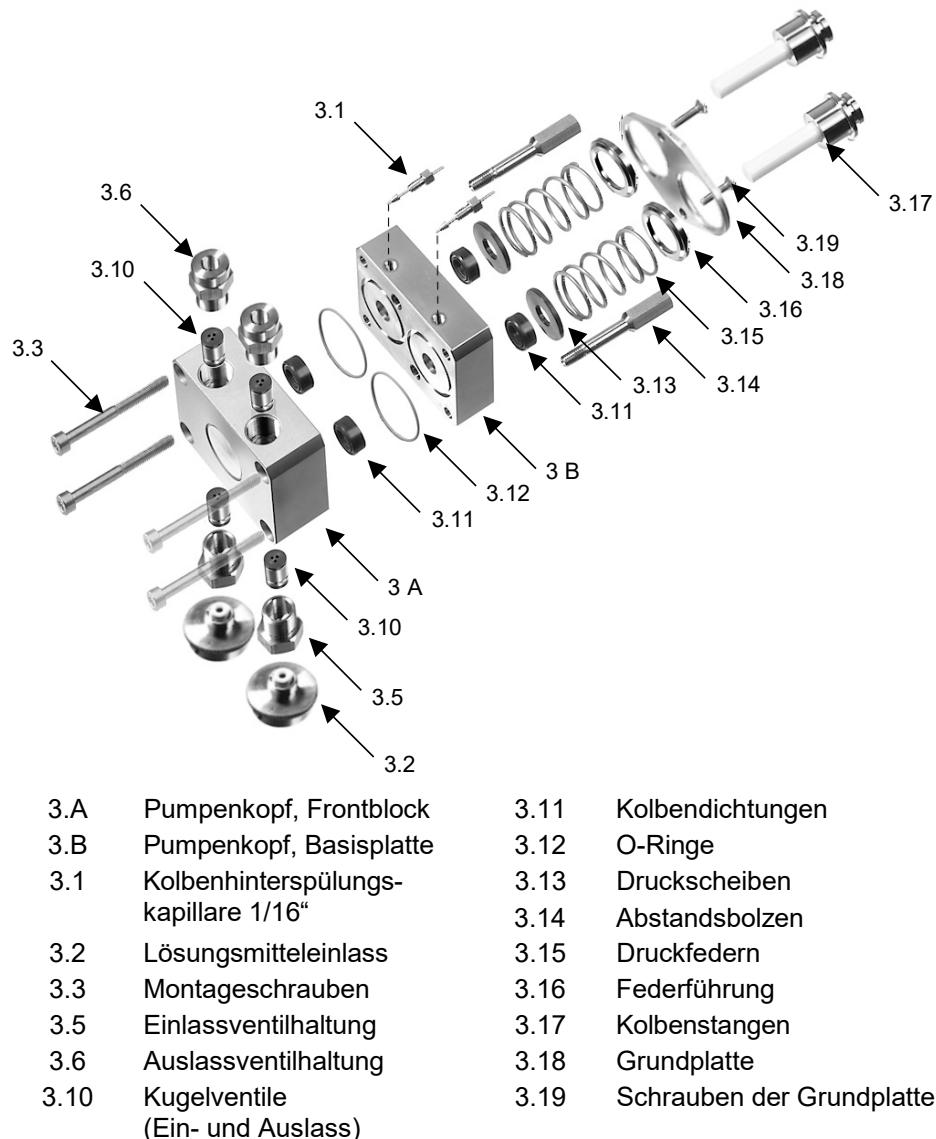

Abb. 12 Explosionsdarstellung eines Pumpenkopfes
2. Die Kolbenstangen, Pos. {3.17} in Abb. 12 auf Seite 29, können mit einer Zange herausgezogen werden. Fassen Sie die Spitze der Kolben mit einer geeigneten Zange und ziehen Sie sie vorsichtig, ohne zu verkanten, nach hinten heraus.
Alle Positionen der Komponenten beziehen sich auf Abb. 12 Explosionsdarstellung eines Pumpenkopfes auf Seite 29.